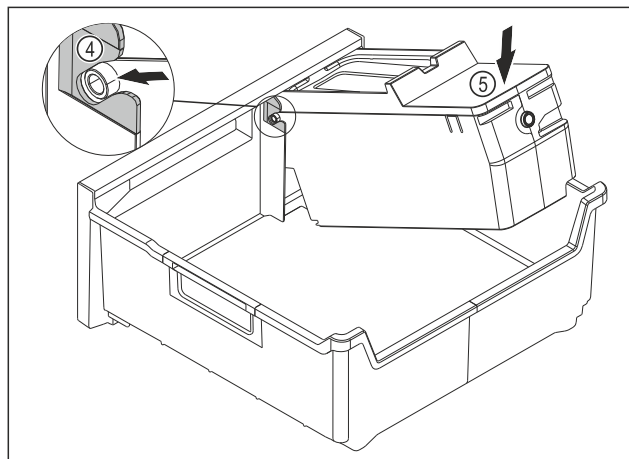

Fig. 82
- Montáž korpusu EasyTwist-Ice: Osi korpusu EasyTwist-Ice zasunúte do vedení Fig. 82 (4).
- Zatlačte korpus EasyTwist-Ice Fig. 82 (5) zozadu smerom nadol.